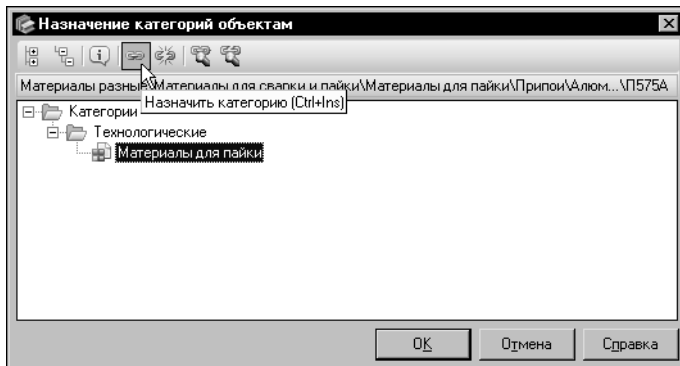

Рис. 6.73. Диалог **Назначение категорий объектам**
3. В дереве диалога выделите категорию *Материалы для пайки* и нажмите кнопку **Назначить категорию** (рис. 6.73). Категория будет назначена выбранному материалу.